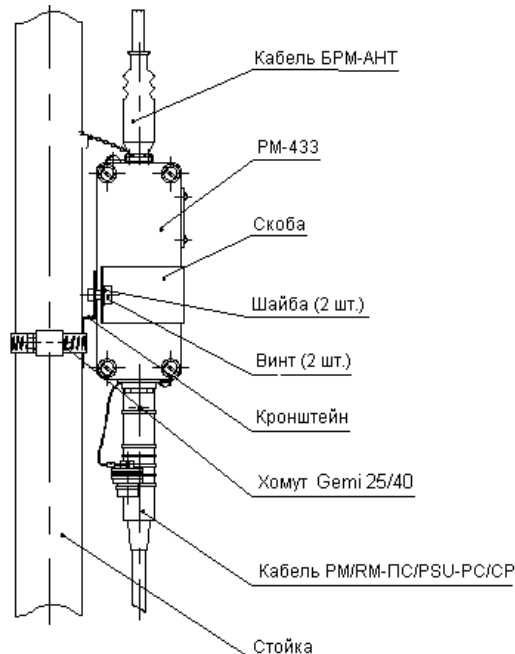

Рисунок 3.4 - Установка РМ-433 на стойке (мачте)
- закрепить на стойке блок РМ-433 с помощью скобы, кронштейна, хомута, шайб и винтов (рисунок 3.4);